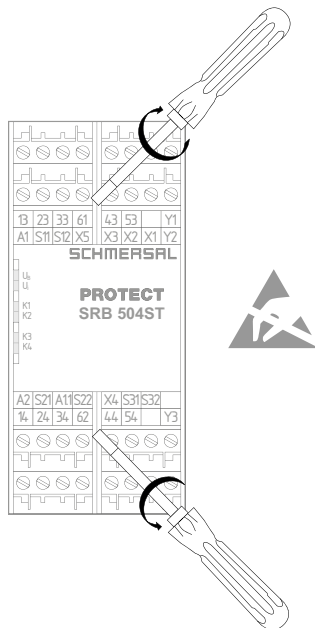

Abb. 2
Öffnen der Frontabdeckung (Abb. 2)
- Der Taster S1 befindet sich unter der Frontabdeckung des Bausteins (siehe Abb. 2 und 3).